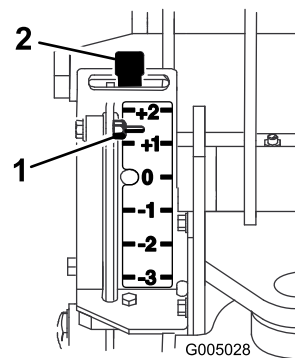
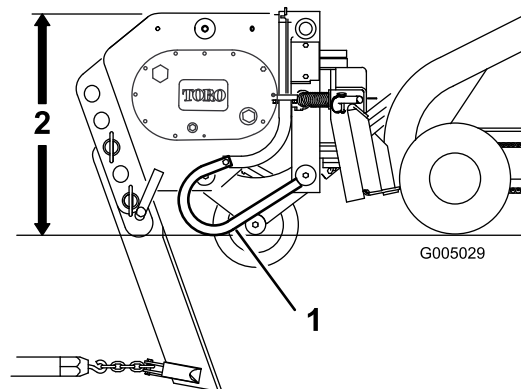

Рисунок 7
Рисунок 8
5. Наклоните пластину навесного оборудования до упора назад, чтобы верхняя часть плуга была параллельна земле (Рисунок 8).
Глубиномер расположен с левой стороны плуга и направлен в сторону тягового блока. От глубиномера в землю отходит шток в сборе (Рисунок 8). Когда вы поднимаете плуг, индикатор на глубиномере перемещается вниз. Отметки на глубиномере показывают количество дюймов, на которое плуг находится ниже или выше максимальной глубины во время работы (Рисунок 7). Глубиномер показывает значения от +2 до -3. Показание «+2» глубиномера означает глубину 5,0 см ниже поверхности без растительности, показание «-3» глубиномера означает высоту 7,6 см над поверхностью без растительности. Показание «0» глубиномера означает, что глубина отвала не изменена на какую-либо величину.